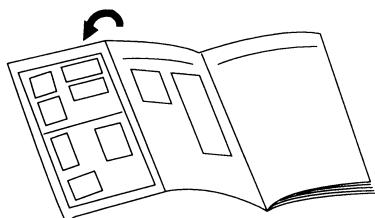

Fig. 5 Пульт дистанционного управления
- Чтобы отключить режим тестовой эксплуатации нажмите кнопку START/STOP (Fig. 5 ⑩), чтобы остановить кондиционер.
- Если нажать кнопку TEST RUN (Fig. 5 ⑩) во время работы режима охлаждения, прибор перейдет в режим принудительного охлаждения, и помещения будет охлаждаться, независимо от настройки терmostата.